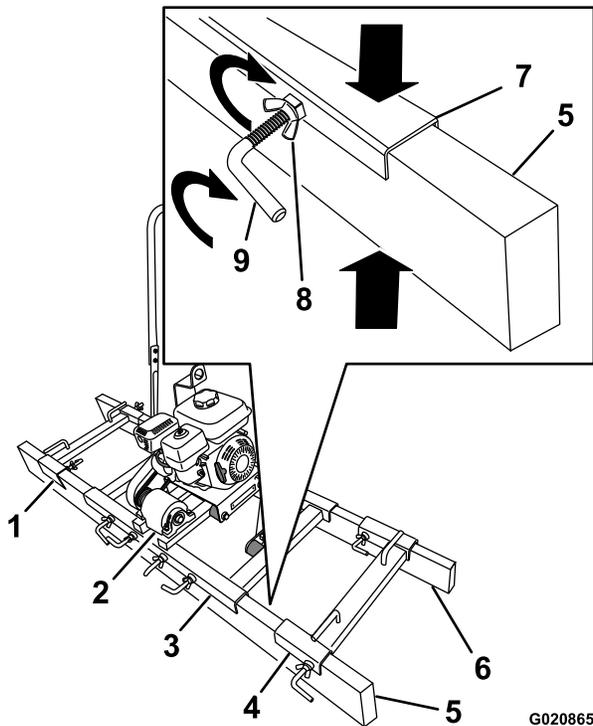

Figure 18
2. Élevez l'avant de la machine de 25 à 30 cm (10 à 12 pouces) et alignez la règle avant sur le profilé en U avant du cadre (Figure 18).
3. Alignez la règle sur le profilé en U et centrez-la sur la machine (Figure 18).
4. Serrez légèrement les boulons en L dans le profilé en U avant (Figure 18).
5. Élevez l'arrière de la machine de 25 à 30 cm (10 à 12 pouces) et alignez la règle arrière sur le profilé en U arrière du cadre (Figure 18).
6. Alignez la règle sur le profilé en U et centrez-la sur la machine (Figure 18).
7. Fixez la règle à la machine en serrant tous les boulons en L et écrous à oreilles (Figure 18).
2. Alignez les profilés de l'écarteur sur les règles et posez l'écarteur sur les règles (Figure 18).
4. Fixez l'écarteur aux règles avec les boulons en L et les écrous à oreilles (Figure 18).
2. Desserrez les écrous à oreilles et les boulons en L qui fixent les écarteurs aux règles, et retirez les écarteurs (Figure 18).
3. Élevez l'arrière de la machine de 25 à 30 cm (10 à 12 pouces) et retirez la règle arrière du profilé en U arrière du cadre (Figure 18).
4. Desserrez les écrous à oreilles et les boulons en L qui fixent la règle arrière au profilé en U arrière du cadre, et retirez la règle (Figure 18).
5. Élevez l'avant de la machine de 25 à 30 cm (10 à 12 pouces) et retirez la règle avant du profilé en U avant du cadre (Figure 18).
6. Desserrez les écrous à oreilles et les boulons en L qui fixent la règle avant au profilé en U avant du cadre, et retirez la règle (Figure 18).